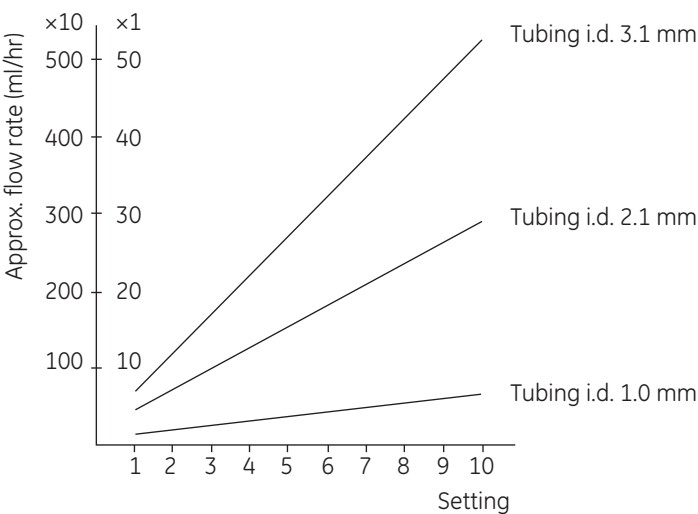

Figura 4.2: Guía sobre el caudal
El Peristaltic Pump P-1 tiene dos rangos de caudal para cada diámetro de tubería. Para elegir el rango apropiado, se debe configurar el **Interrupor de caudal** en **×1** o **×10** y permitir una variación de diez veces de caudal. Luego se establece el caudal deseado con el **Potenciómetro de caudal**. Para calcular la configuración adecuada, consulte la Figura 4.2.
- 3 Establezca un caudal aproximadamente equivalente al deseado (consulte la Figura 4.2).